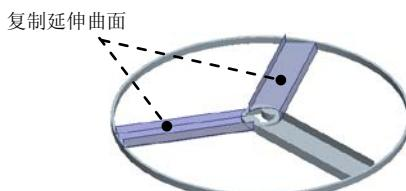

图 5.13 创建复制延伸曲面
Step7. 参见 Step4、Step5、Step6 的操作步骤, 在剩余两个叶片上创建复制延伸曲面, 如图 5.13 所示。